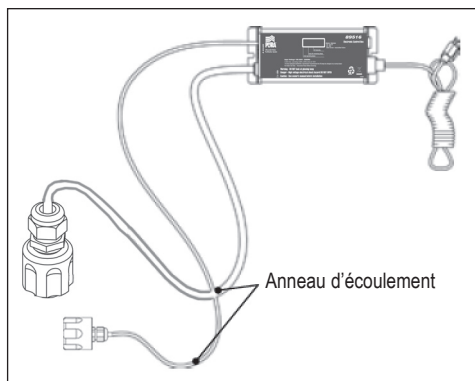
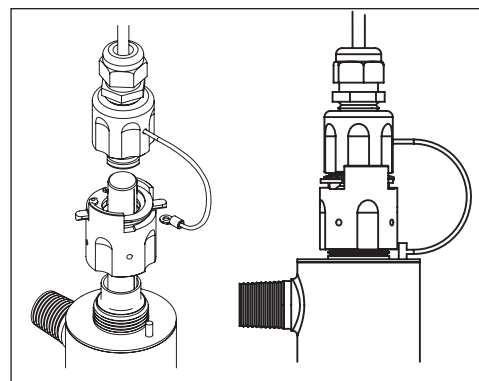

Figure 1D
Figure 1E
- Le ballast devrait être monté soit au dessus ou à côté de la chambre à réaction. Ne le montez jamais verticalement avec le connecteur CA par-dessus le ballast pour ne pas que l'humidité y coule sur le cordon et pose un risque d'incendie. L'emplacement d'anneaux d'écoulement sur le long des cordons reliés au contrôle du ballast est fortement recommandé (voir figure 1D).
4. Montez le contrôleur horizontalement sur le mur, près de la chambre à réaction. Placez idéalement le contrôleur au dessus du réacteur et au loin de tout point de connexion de l'eau. Cela évite qu'une fuite au point de connexion ou qu'un effet de condensation permette à l'eau de s'égoutter sur le contrôleur. Assurez-vous de placer des 'anneaux d'écoulement' (Figure 1D) sur le cordon de la lampe, de la sonde et d'alimentation électrique (ceux-ci préviennent contre l'introduction potentielle d'eau dans le contrôleur). Sécurisez le fil vert de mise à la terre à l'oreille au sommet du vaisseau du réacteur et raccordez-le soigneusement à l'aide du raccord à oreille fourni (figure 1E).